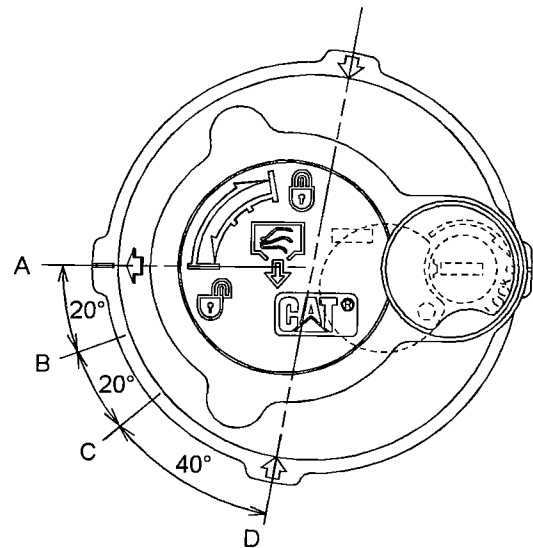

Ilustración 465
6. Suelte la presión que puede haber en el circuito hidráulico de retorno con el siguiente procedimiento. Consulte la Ilustración 465 para ver las posiciones de la tapa del tubo de llenado.
- a. Gire la tapa del tubo de llenado hacia la izquierda, sin aplicar fuerza hacia abajo, y mueva la flecha de la posición (A) a la posición (B).
- b. Suelte la presión durante un mínimo de 45 segundos moviendo la flecha de la posición (B) a la posición (C).
- c. Empuje el centro de la tapa del tubo de llenado hacia abajo. Sin inclinar la tapa del tubo de llenado, mueva la flecha de la posición (C) a la posición (D).
- d. Se alivia la presión del tanque hidráulico. Apriete la tapa del tubo de llenado del tanque hidráulico hasta la posición (A).